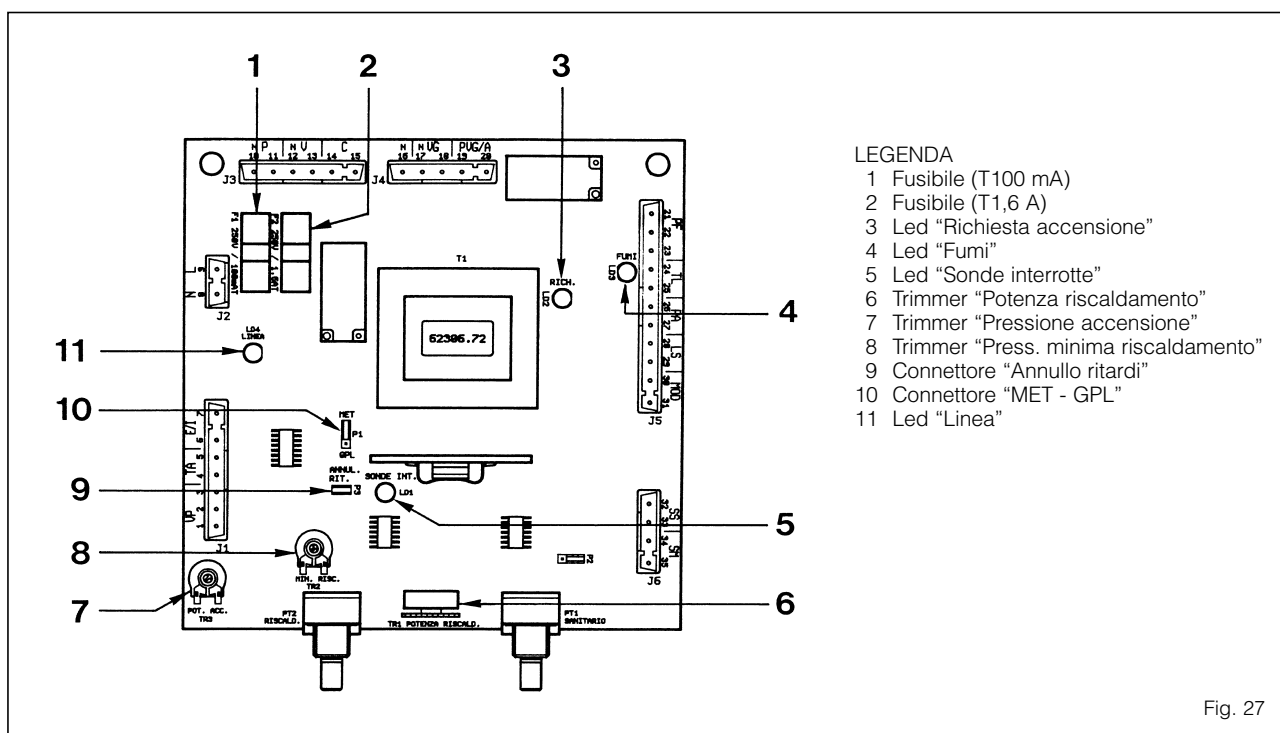

Fig. 27
La scheda elettronica è dotata di Led di controllo che segnalano alcuni tra i possibili guasti che possono provocare un irregolare e/o non corretto funzionamento dell'apparecchio. I Led sono disposti sulla scheda come indicato in fig. 27 e contraddistinti dalla seguente dicitura:
– **Trimmer "PRESSIONE ACCENSIONE"** (7 fig. 27)
Nella fig. 27 bis sono riportate indicativamente le posizioni dove collocare l'indice del trimmer a seconda del tipo di gas utilizzato.
– **Trimmer "PRESSIONE MINIMA RISCALDAMENTO"** (8 fig. 27)
– **Connettore "MET-GPL"** (10 fig. 27)
– **Connettore "ANNULLO RITARDI"** (9 fig. 27)